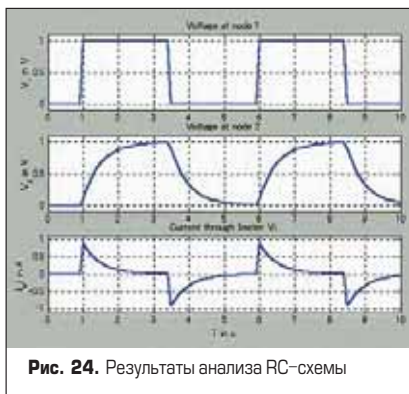

Рис. 24. Результаты анализа RC-схемы
- Outputs: **V (1) / V (2) / I (R)** (для Simulink значения напряжения в узлах 1 и 2 на схеме и значение тока, протекающего через резистор R, являются выходными данными);
- ITL4 Max: **10** (проблемы со сходимостью в таких схемах бывают редко, потому что это линейная схема, таким образом, оставляем значение ITL4 Max по умолчанию 10). Результаты моделирования (рис. 24) могут быть получены при выполнении **rcplt.m** в командном окне MATLAB или щелчком на значке **START** на функциональной схеме.